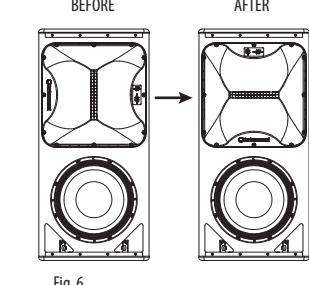

Fig. 6
13. すべてのコンポーネントをチェックし、ホーンの向きが正しいことを確認します (図 6)。